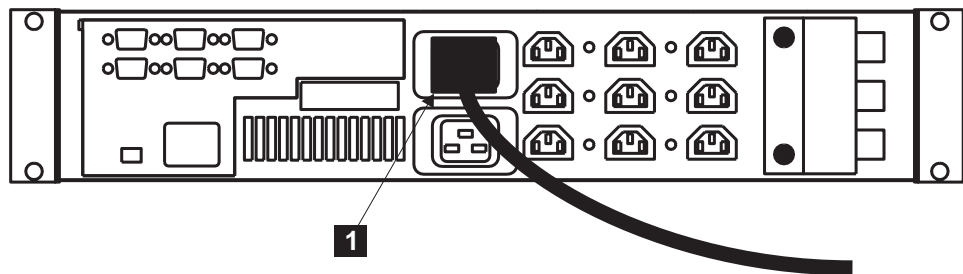

図 25. 無停電電源装置電源ケーブルの取り付け
8. 無停電電源装置の後ろ側で、無停電電源装置の主電源ケーブルを電源ソケット (図 25 の **1**) に差し込む。